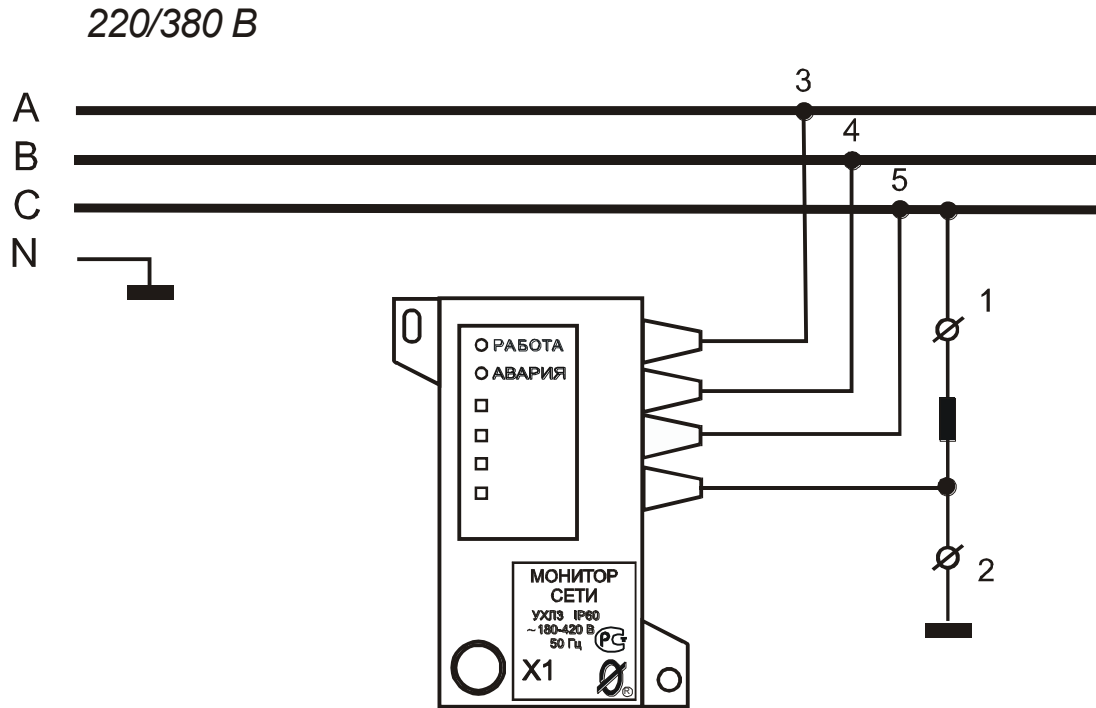

Рисунок 2 - схема подключения монитора сети к объекту мониторинга
Схема подключения монитора показана на рис.2.
6.2 Подключение монитора производится в соответствии со схемой рис.2.